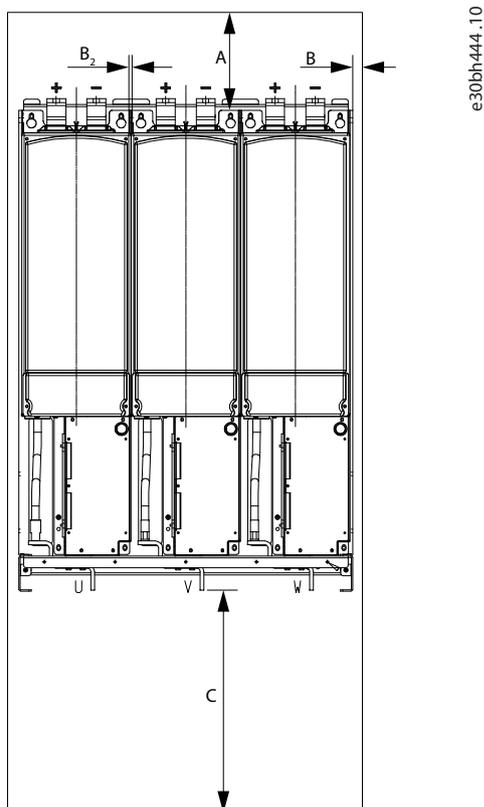

Ilustración 8: Espacio para la instalación
Si se montan muchos convertidores de frecuencia superpuestos, el espacio libre necesario será $2 \times B_2$ (consulte el apartado Ilustración 8). Asegúrese también de que el aire de salida de la unidad inferior vaya en una dirección diferente a la toma de aire de la unidad superior.
- La puerta del armario debe disponer de agujeros para la entrada de aire. Consulte los tamaños mínimos de los agujeros para la entrada de aire en el apartado Tabla 6 y la distribución recomendada en el apartado Ilustración 8.